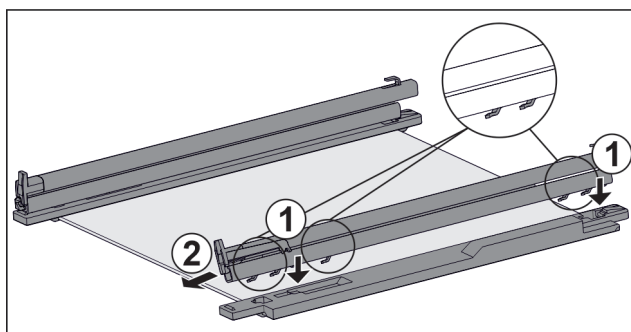

Fig. 137 Üveglap sínekkel és tartóelemekkel
- ▶ A sín horgait tegye fel a **bal** oldali tartóelem nyílásaira. Fig. 137 (1)
- ▶ Húzza előre a sínt. *Fig. 137 (2)*
- ▶ A sín horgait tegye fel a **jobb** oldali tartóelem nyílásaira. *Fig. 137 (1)*